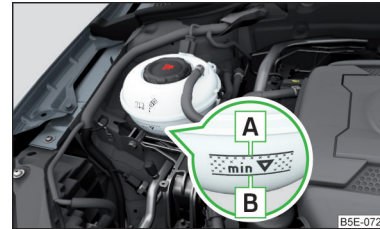

Abb. 319
Kühlmittelstand prüfen - der Kühlmittelstand muss zwischen den Markierungen **A** und **B** liegen » **Abb. 319**. Liegt der Kühlmittelstand unterhalb der Markierung **B**, das Kühlmittel nachfüllen.
Die **Spezifikation** des Kühlmittels ist auf dem Kühlmittelausgleichsbehälter aufgeführt » **Abb. 319**.
- Das Kühlmittel nicht über die Markierung **A** auffüllen » **Abb. 319**. Das Kühlmittel könnte bei Erwärmung aus dem Kühlsystem gedrückt werden - es besteht die Gefahr einer Beschädigung der Motorraumteile.